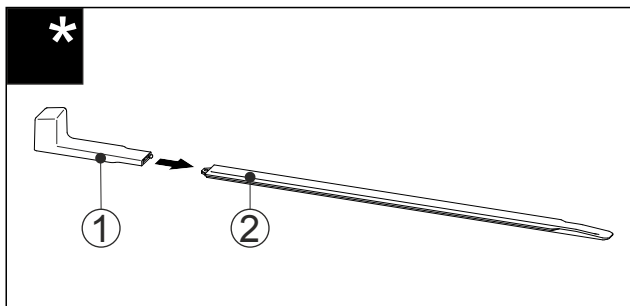

Fig. 59
- Montažni ročaj Fig. 59 (1) vstavite v izravnalno vodilo Fig. 59 (2).